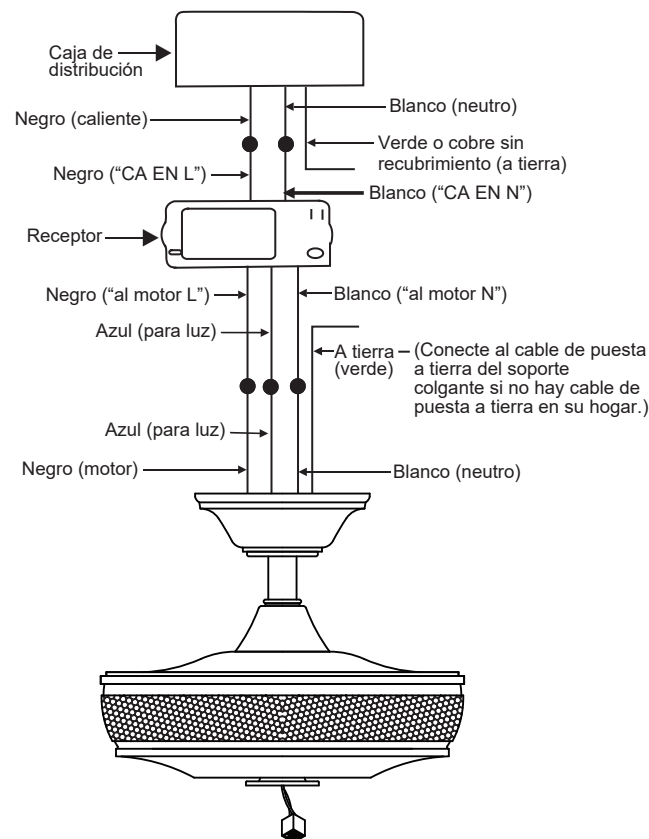

Fig. 14
Paso 2. Conexiones eléctricas del motor al receptor: (Fig. 14) Conecte el cable negro del ventilador al cable negro marcado "TO MOTOR L" en el receptor. Conecte el cable blanco del ventilador al cable blanco marcado "TO MOTOR N" en el receptor. Conecte el cable azul del ventilador al cable azul marcado "FOR LIGHT" en el receptor. Asegure todas las conexiones de cables con las tuercas de plástico para cables proporcionadas.
Paso 3. (Fig. 14) Conexiones eléctricas del receptor a los cables de suministro de la casa: Conecte el cable negro (vivo) del techo al cable negro marcado "AC en L" del receptor. Conecte el cable blanco (neutro) del techo al cable blanco marcado "AC in N" del receptor. Asegure las conexiones de los cables con las tuercas para cables de plástico proporcionadas.
Paso 4. (Fig. 14) Si su caja eléctrica tiene un cable a tierra (verde o cobre desnudo), conéctelo a los cables a tierra del ventilador; de lo contrario, conecte el cable de tierra del soporte colgante al soporte de montaje. Asegure la conexión del cable con una tuerca de plástico proporcionada. Después de conectar los cables, sepárelos de modo que los cables verde y blanco queden en un lado de la caja eléctrica y los cables negro y azul en el otro lado. Introduzca con cuidado las conexiones de los cables en la caja eléctrica.